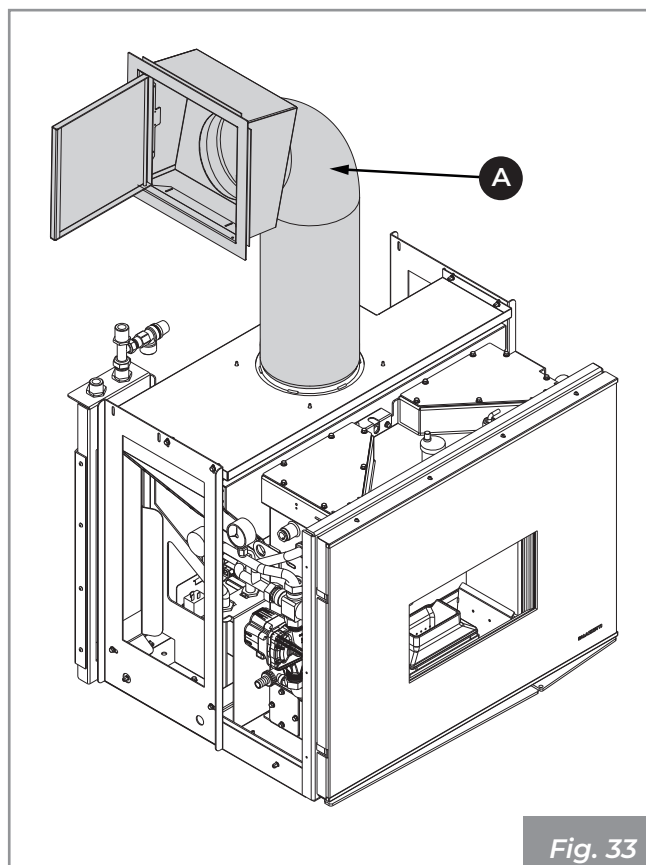

Fig. 33
- Kit de carga del pellet con tubo flexible (A - **Fig. 33**).